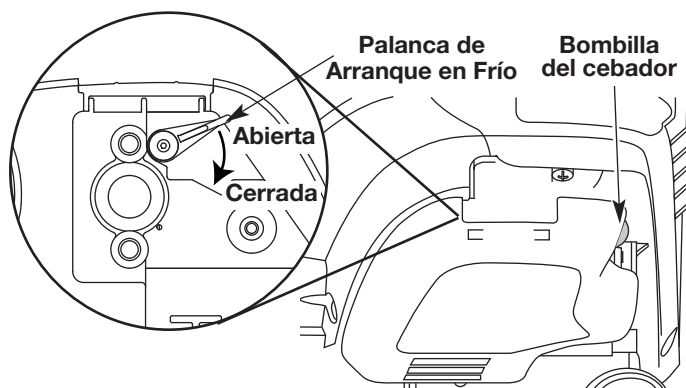

Fig. 7
3. Oprima completamente el cebador y suéltelo 10 veces. Hágalo lentamente. Se deberá ver un poco de **combustible en el cebador** y en las tuberías de alimentación de combustible (Fig. 7). Si no puede ver el combustible en el cebador, oprímalo y suéltelo tantas veces como sea necesario hasta que vea combustible en el mismo.
SI UNIDAD ES INFERIOR A 4°C/40°F... Ponga la Palanca de Arranque en Frío (Fig. 7) en la posición de cerrada/encienda y proceda al paso 3. NO mueva esta palanca hacia abajo si la temperatura de la unidad sobrepasa 4°C (40°F).